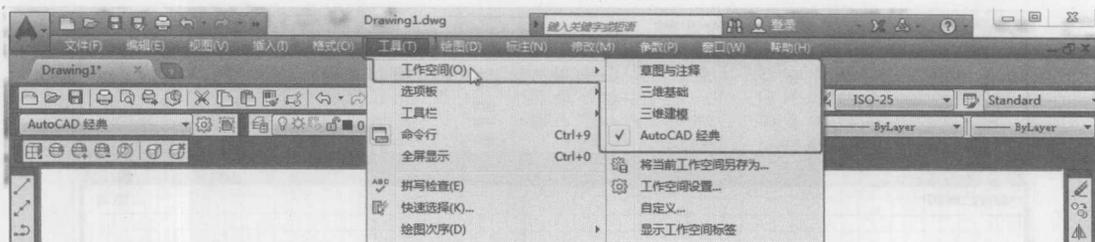

图1-7
- 在“AutoCAD经典”工作空间中，执行菜单“工具”|“工作空间”子菜单命令，切换工作空间，如图1-7所示。